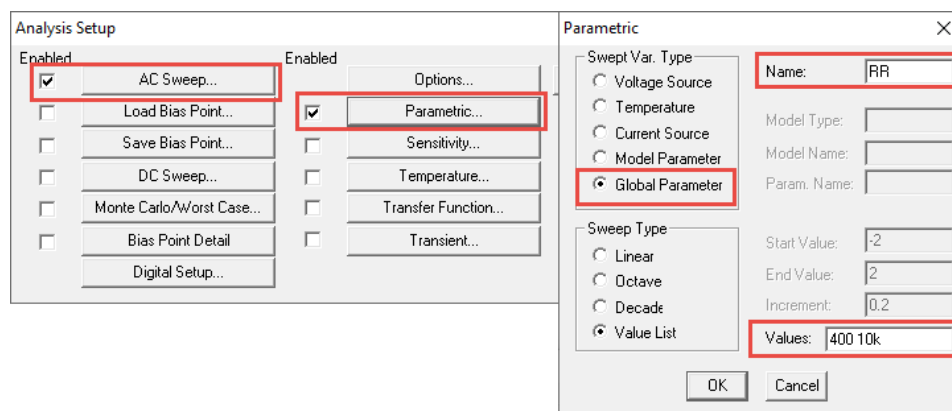

Рис. 9. Установки параметрического анализа для расчета выходного сопротивления усилителя
- Установить режим **PARAMETRIC** с параметрами, как на рис.9. Сопротивление нагрузки следует выбирать из режимов: